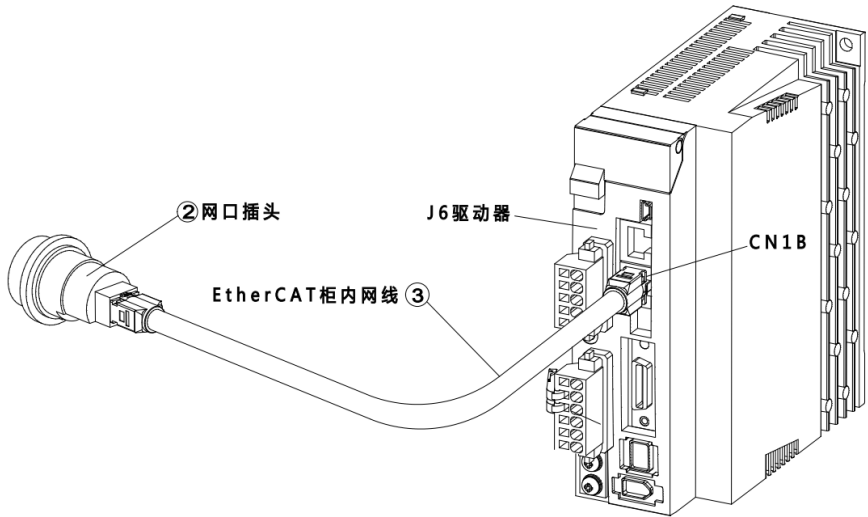

图 16-12 连接 J6 驱动器的 CN1B 接口示意图
步骤3. 将③EtherCAT 柜内网线一端接在网口插头上，另一端接在 J6 驱动器的 CN1B 接口上，合理排布柜内线缆，参考图 16-12。